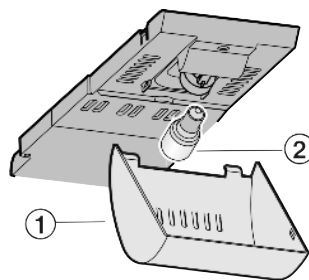

Fig. 13
- ▶ Возьмитесь за крышку Fig. 13 (1) спереди и снимите с крючка сзади.
- ▶ Лампу накаливания Fig. 13 (2) заменить.
- ▶ Снова наденьте крышку Fig. 13 (1).